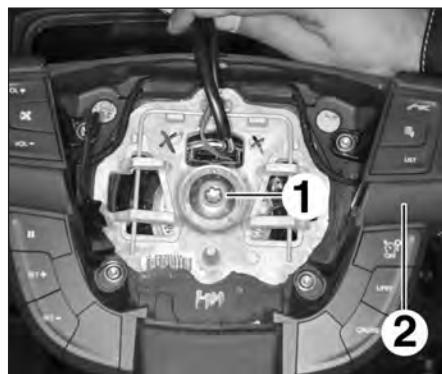

FIG.1
- Desserrer la vis (1) Torx de quelques filets (Fig.1).
- Dégager le volant de direction (2) de ses cannelures en tapotant sur son pourtour si nécessaire.
- la vis (1),